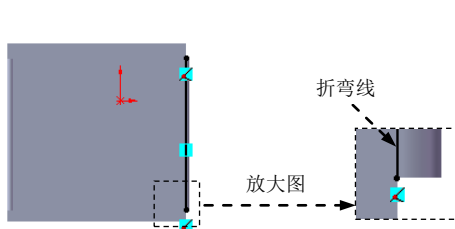

图 17.12.19 折弯线
(3) 定义横断面草图。在草图环境中绘制图 17.12.19 所示的横断面草图。